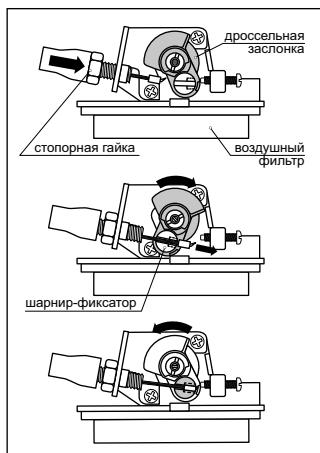

рис. 6
- Подсоедините трос к двигателю и вставьте его конец в шарнир дроссельной заслонки (рис. 6).